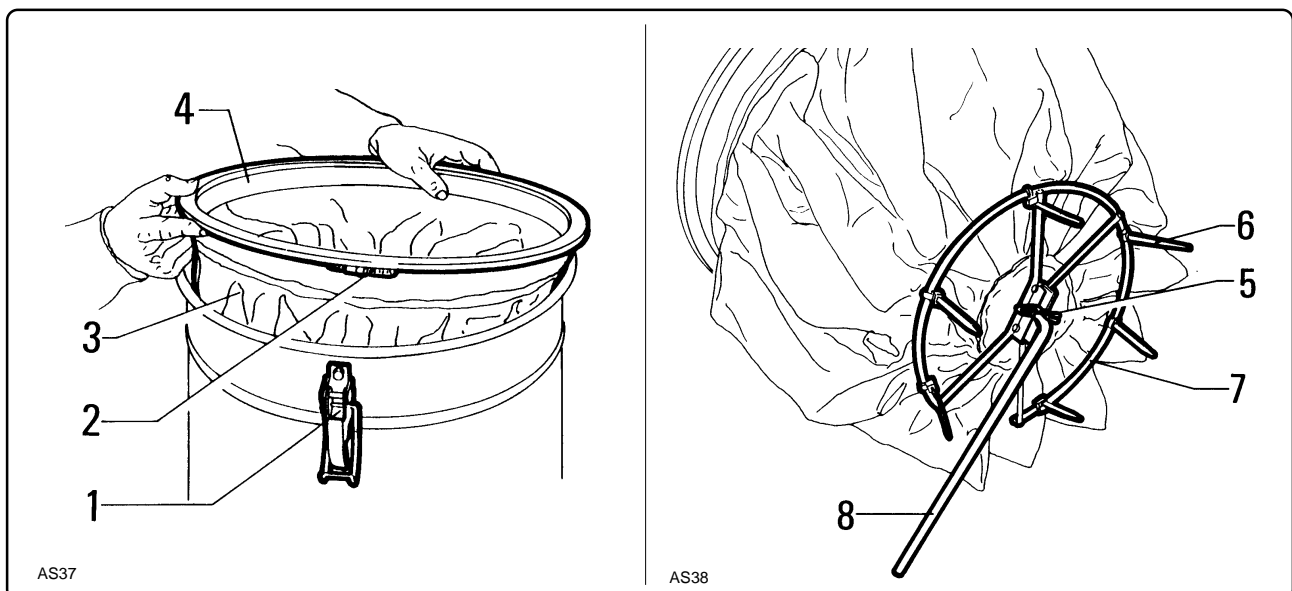

Fig. 7.5.4
- Sollevare leggermente il filtro "3" fig. 7.5.4 inserire all'interno dell'aspiratore una mano, raggiungere la copiglia "5" e sfilarla liberando così la leva "8" dello scuotifiltro dall'anello "7".
- *Slightly lift the filter "3" fig. 7.5.4. Insert one hand inside the exhauster in order to reach split pin "5". Remove it, thus freeing filter shaker lever "8" from the ring "7".*